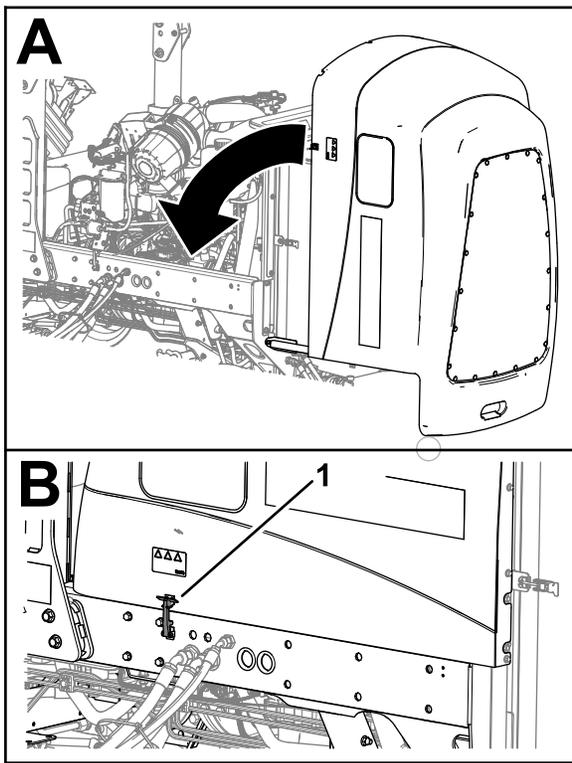

Figura 97
1. Fate ruotare con attenzione il cofano chiuso (Figura 97).